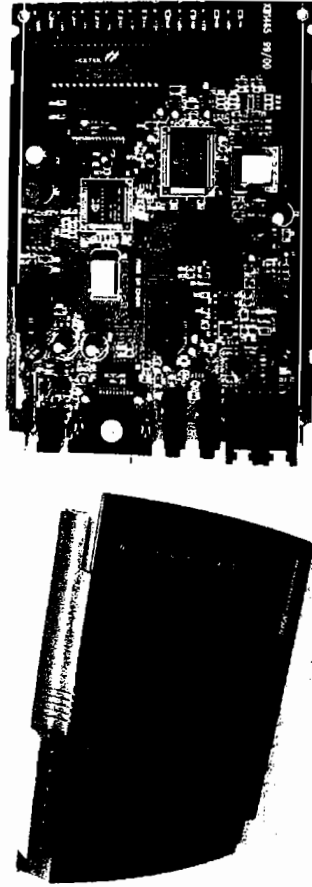

图 10-14 RS232 接口的外置式 modem
① RS-232 接口,图 10-14 所示的即为 RS-232 接口的外置式 56 Kbps Modem。